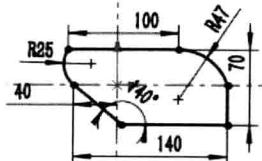

图 1.6 凸台-拉伸 1
**Step 5** 添加尺寸。选择下拉菜单 **工具(T)** → **标注尺寸(S)** → **智能尺寸(S)** 命令，添加图 1.6 所示的尺寸。